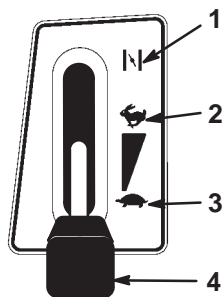

Figure 8
4. Placez la manette d'accélérateur en position de starter (Fig. 8).
6. Lorsque le moteur a démarré, amenez progressivement la manette d'accélérateur en position de régime maximum (Fig. 8). Si le moteur cale ou hésite, ramenez la manette d'accélérateur en position de Starter pendant quelques secondes, puis placez-la en position de régime maximum. Répétez l'opération si nécessaire.
1. Placez la manette d'accélérateur en position de régime maximum (Fig. 8).